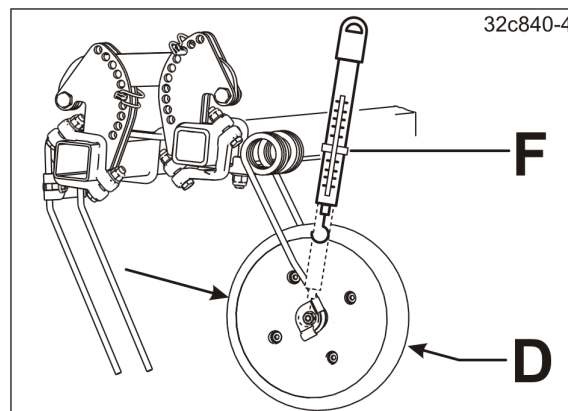

Рис. 192
6. Проверьте давление катков, например, с помощью пружинных весов (см. Рис. 192).